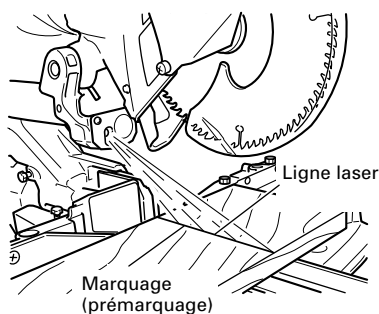

Fig. 21
- (3) Après avoir réglé la position de la ligne laser, tracer à l'encre une ligne à angle droit sur la pièce et aligner la ligne tracée à l'encre et la ligne laser. Pour aligner la ligne tracée à l'encre, faire glisser la pièce petit à petit et la maintenir dans un étau à l'endroit où la ligne laser chevauche la ligne tracée à l'encre. Effectuer un autre rainurage et vérifier la position de la ligne laser. Pour changer la position de la ligne laser, effectuer à nouveau les réglages prévus aux opérations (1) à (3).
**REMARQUE:** Vérifier et s'assurer périodiquement que la position de la ligne laser est convenable. Pour effectuer la vérification, tracer à l'encre une ligne perpendiculaire sur la pièce de 25/32" (20mm) de hauteur et de 5-29/32" (150mm) de largeur et s'assurer que que la ligne laser est alignée sur la ligne tracée à l'encre. [L'écart entre la ligne tracée à l'encre et la ligne laser doit être inférieure à l'épaisseur de la ligne tracée à l'encre (0,5mm)]. (Fig. 21)